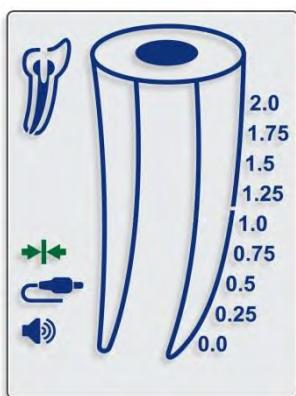

Abb. 3
- 7.3.2. Das Verbindungssymbol wird auf dem Display angezeigt; es zeigt eine ordnungsgemäße Verbindung an (Abb. 3).